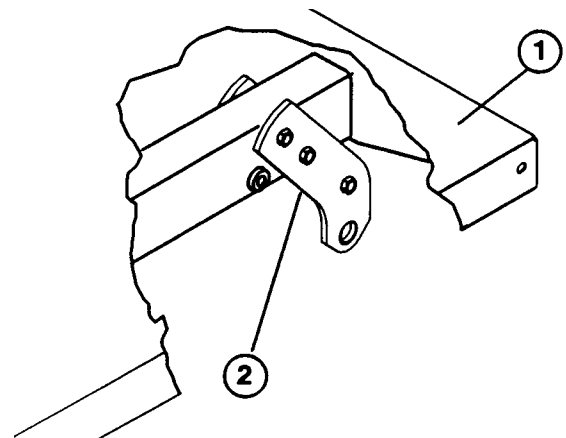
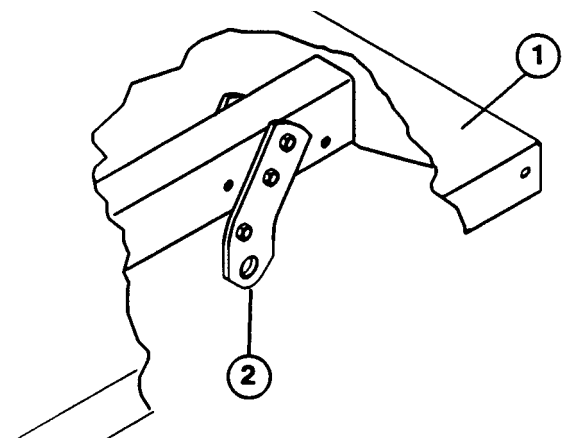

Figura 4
Figura 5
4. Monte cada conjunto de placas de articulación traseras a los canales del bastidor de la base derecho e izquierdo con los tornillos de presión y contratueras desmontados anteriormente. Coloque los soportes en la base entera como se indica en la figura 4, y para la base de 2/3 según la figura 5.